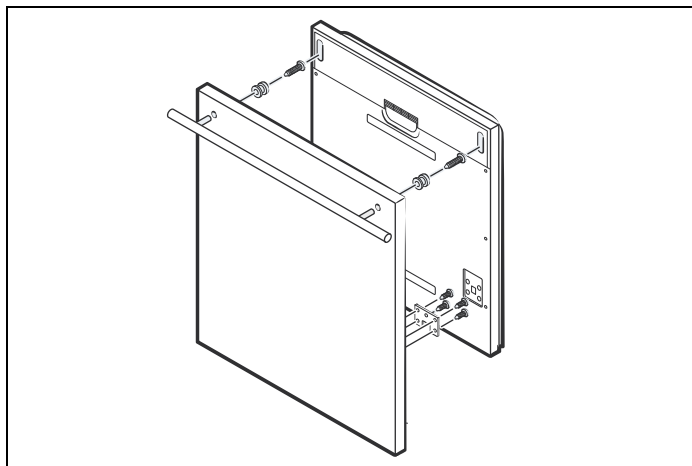

Fig. 16
- 2) Fäst kroken på den anpassade luckpanelen och för in den i spåret på diskmaskinens yttre lucka (Fig. 16).